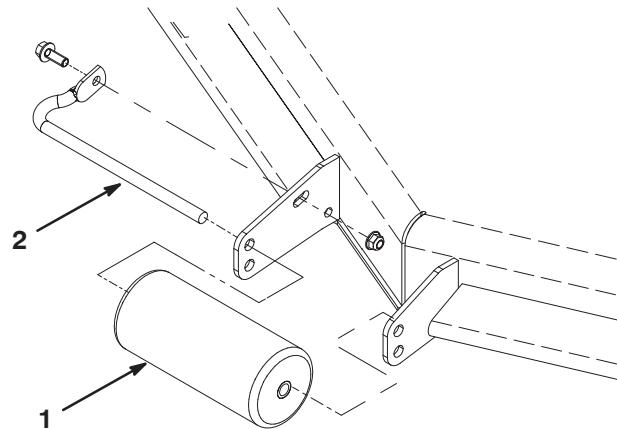

Bild 15
- Nehmen Sie die Schraube und die Mutter ab, mit denen die Walzenwelle an der Mähwerkhalterung befestigt ist (Bild 15).